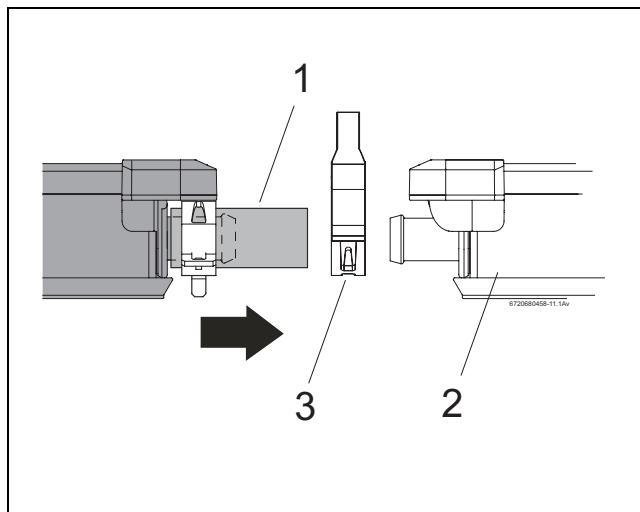

Fig. 50 Insérer le deuxième capteur dans le premier
- Poser le deuxième capteur avec les tuyaux solaires prémontés (→ fig. 50, [1]) en haut sur les rails profilés et laisser glisser dans les dispositifs de sécurité anti-glissement.
- Pour les deux connexions, glisser la deuxième bride du compensateur (→ fig. 50, [3]) sur le tuyau solaire [1].
- Glisser le deuxième capteur contre le premier (→ fig. 50, [2]) de manière à ce que les tuyaux solaires prémontés soient placés sur les raccords gauches du premier capteur.